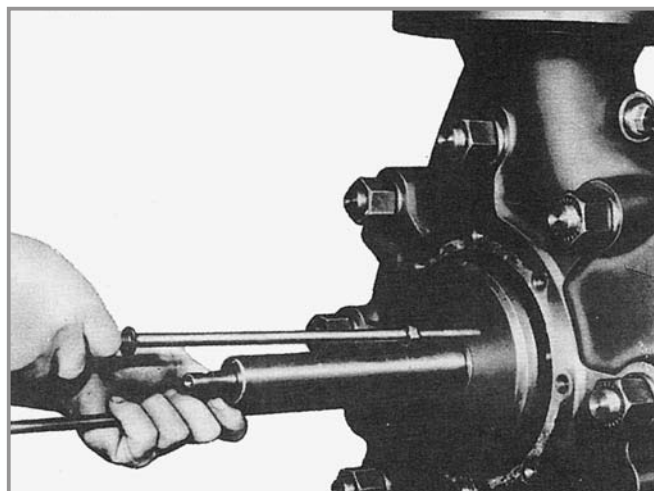

Fig. 40 - Extração do disco de equilíbrio
16. Com auxílio de 2 hastes rosquedas ou 2 parafusos extratores longos extrair o disco de equilíbrio (vide Fig. 40).